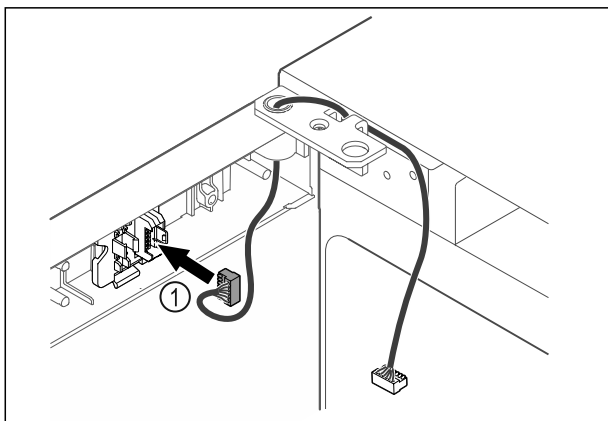

Fig. 46
- Inserire il connettore Fig. 46 (1) nel porta-connettore.